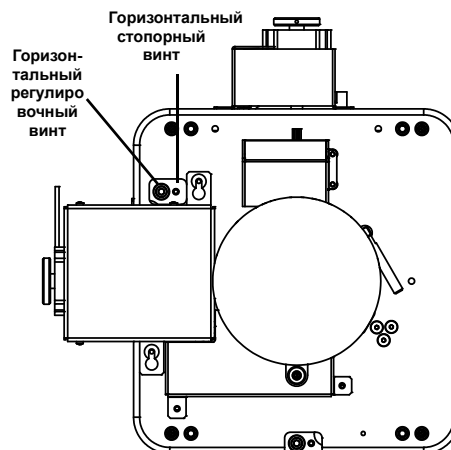
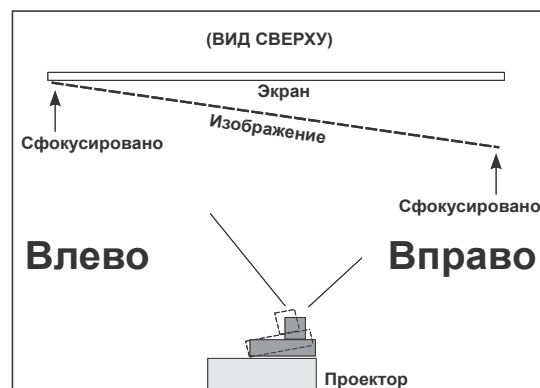

Рис. 2-29 Горизонтальная регулировка оси проекции
Рис. 2-31 Неправильное выравнивание оси проекции (вид сверху)
1. Горизонтальный контровочный винт (горизонтальный стопорный винт) удерживает узел крепления в заданном положении после регулировки. Перед регулировкой оси проекции ослабьте **горизонтальный стопорный винт**. См. **Рис. 2-29**.
- a. Если изображение в правой части экрана сфокусируется до того, как объектив будет полностью задвинут, фокус изображения находится перед экраном. См. **Рис. 2-31**. Чтобы исправить эту ситуацию, с помощью **винта горизонтальной регулировки оси проекции** поверните объектив **ВПРАВО** для выравнивания левого и правого краев. См. **Рис. 2-29**.
7. Зафиксируйте горизонтальное положение объектива с помощью **горизонтального стопорного винта**. Проверьте положение оси проекции еще раз. См. **Рис. 2-29**.